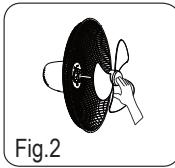

Fig.2
4. Sätt i fläktvingen i motorfläktsaxeln, och se till att axeltappen är monterad i spåret av fläktvingen. Vrid spinnern moturs för att dra åt fläktvingen (Fig. 2)